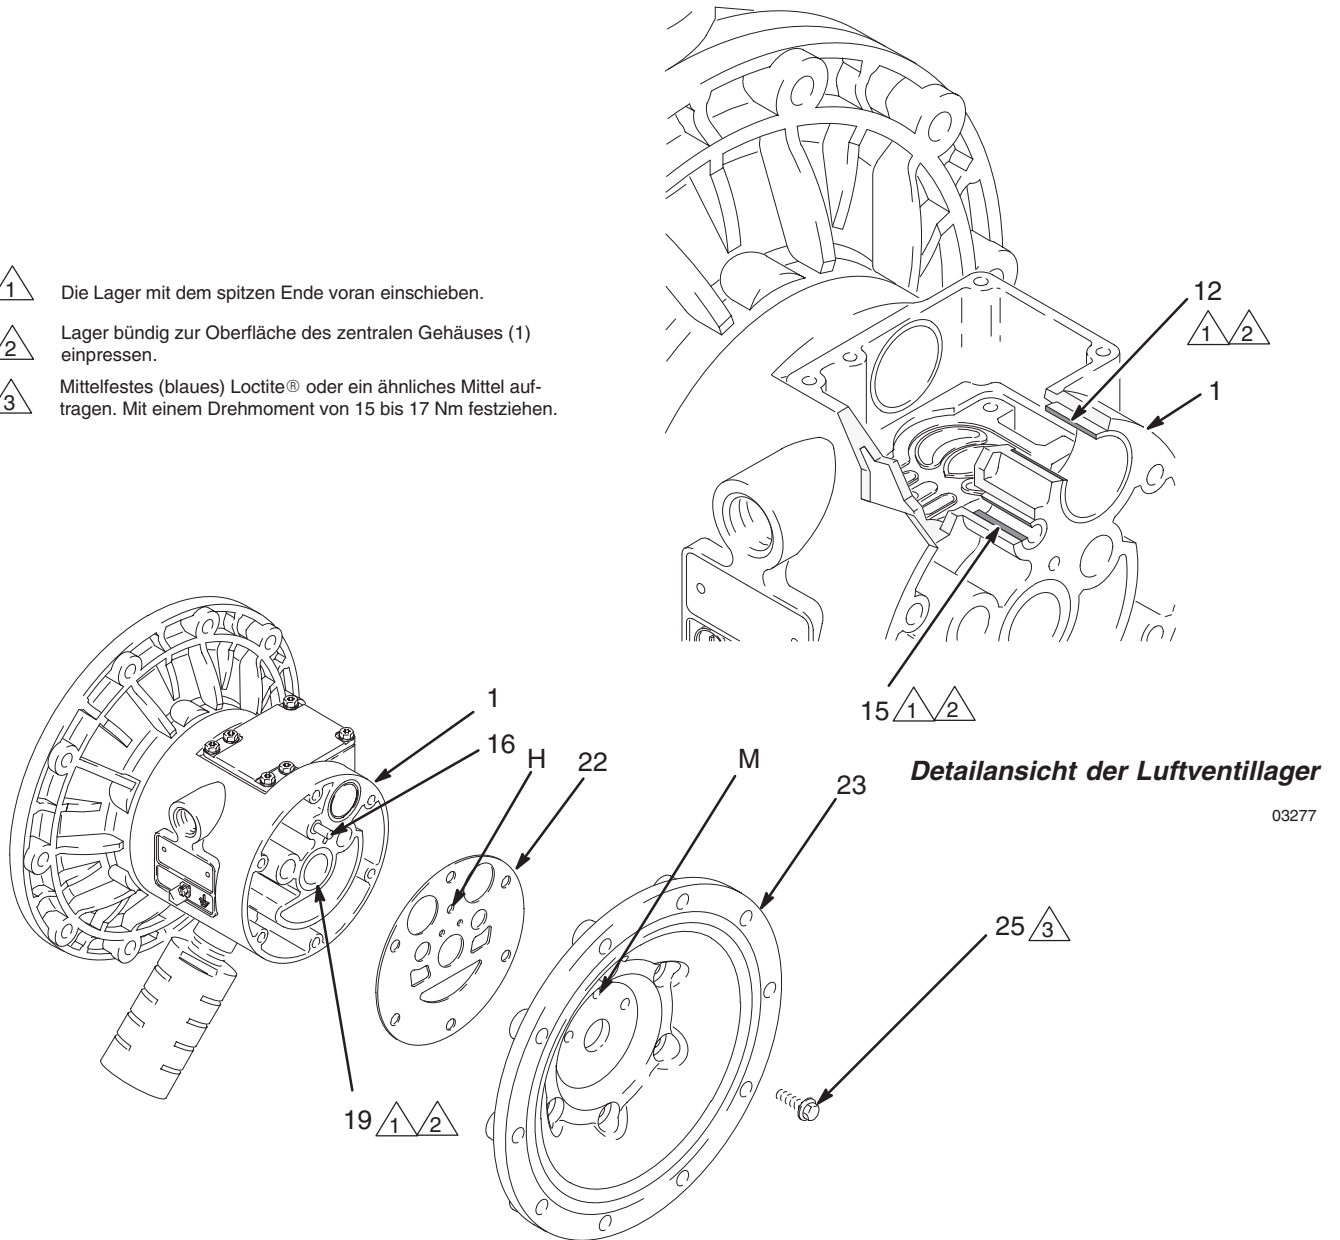

Abb. 14
- HINWEIS:** Falls Sie nur das Membranwellenlager (19) ausbauen, so lassen Sie Schritt 4 aus.
5. Mit einem 10 mm-Steckschlüssel die Schrauben (25) lösen, mit denen die Luftdeckel (23) am zentralen Gehäuse (1) befestigt sind. Siehe Abb. 14.
6. Die Dichtungen vom Luftdeckel (22) entfernen. Die Dichtungen stets durch neue ersetzen.
7. Mit einem Lagerabzieher die Membranwellenlager (19), Luftventillager (12) oder Führungsstiftlager (15) abziehen. Unbeschädigte Lager nicht ausbauen.
1. Die Wellenpackungen (402*), sofern ausgebaut, so einbauen, daß die Lippen nach **außen** aus dem Gehäuse zeigen (1).
2. Die Lager (19, 12 und 15) sind konisch und lassen sich nur in eine Richtung einbauen. Die Lager **mit dem spitzen Ende voran** ins zentrale Gehäuse (1) schieben. Mit einer Presse oder einem Holzhammer und Klotz das Lager bündig zur Oberfläche des zentralen Gehäuses einpressen.
4. Die neue Dichtung der Luftdeckel (22) so ausrichten, daß der aus dem zentralen Gehäuse (1) hervorstehende Führungsstift (16) durch die richtige Öffnung (H) in der Dichtung paßt.
5. Mittelfestes (blaues) Loctite® oder ein ähnliches Mittel auf das Gewinde der Schrauben (25) auftragen. Die Luftabdeckung (23) so ausrichten, daß der Führungsstift (16) in die mittlere (M) der drei kleinen Öffnungen in der Nähe der Abdeckmitte paßt. Die Schrauben fingerfest (25) eindrehen. Siehe Abb. 14. Mit einem 10 mm-Steckschlüssel die Schrauben entgegengesetzt und gleichmäßig auf ein Drehmoment von 15–17 Nm anziehen.